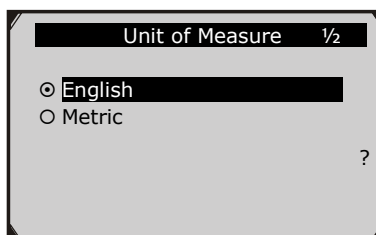

Рис. 3.6
- 2) В меню **Unit of Measure** с помощью кнопок прокрутки **UP/DOWN** выбрать требуемую единицу измерения (рис. 3.6): английская (**English**) или метрическая система измерений (**Metric**).